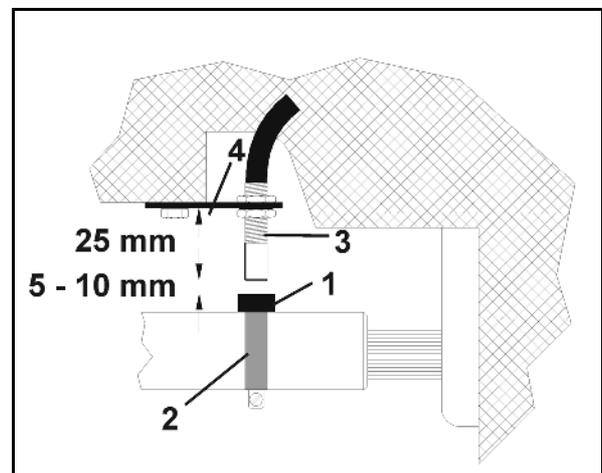

Fig. 76
1. Fixez l'aimant (Fig. 76/1) avec le collier de flexible (Fig. 76/2) sur l'arbre à cardan.
2. Fixez le capteur (Fig. 76/3) en utilisant un support universel (Fig. 76/4) en face de l'aimant sur le châssis du tracteur.